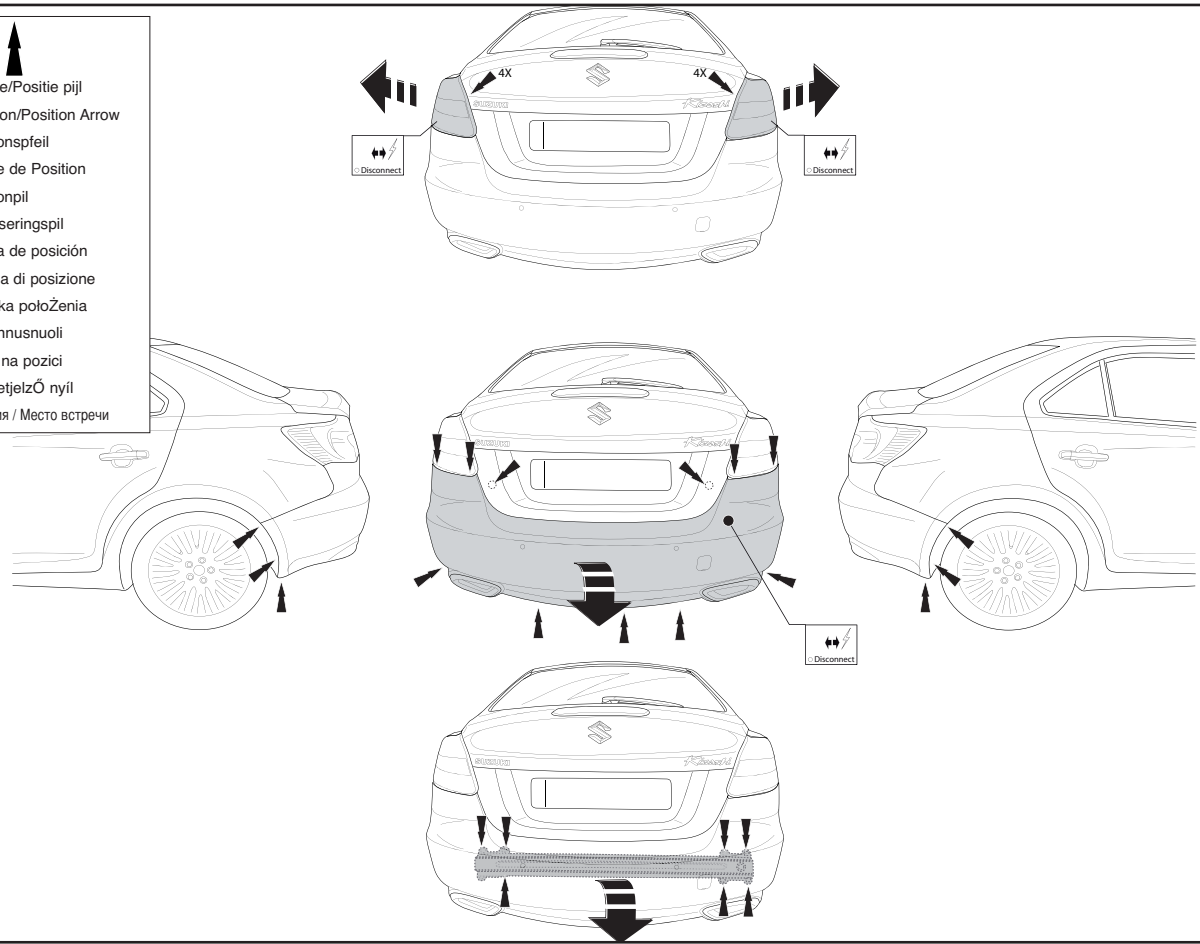

Fig.1
2. Снять бампер вместе со стальным буферным брусом автомобиля; буферный брус больше не понадобится. Поставить болты на рисунке. См. рисунок 1.